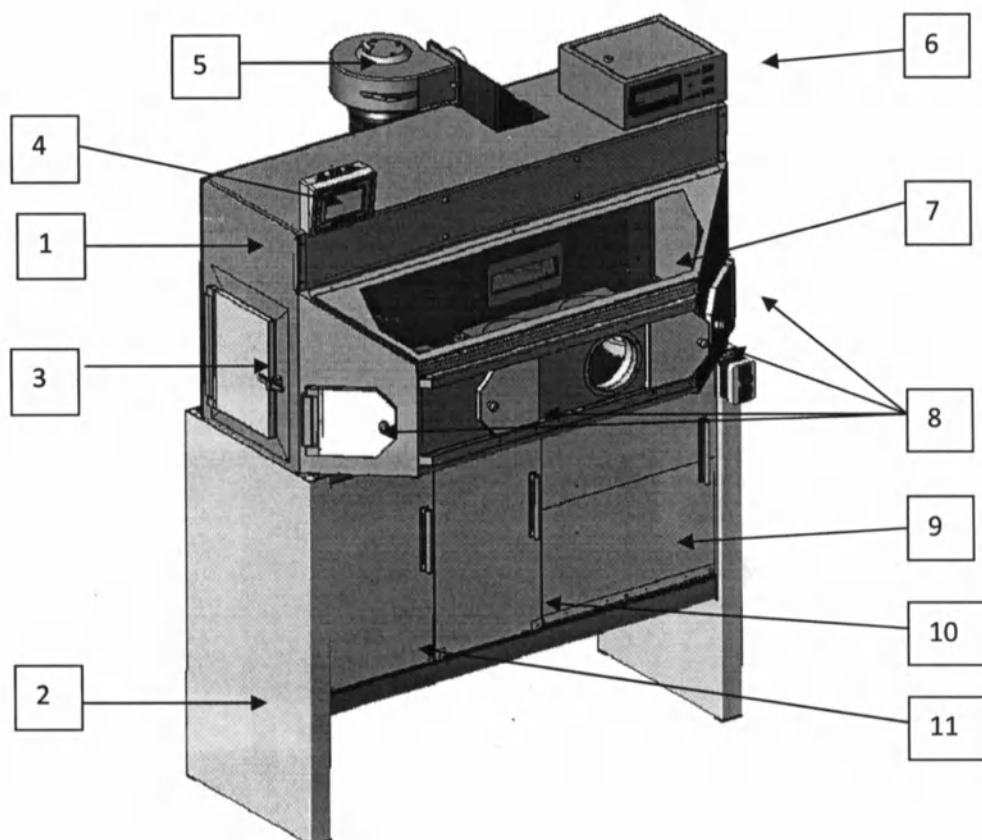

Рисунок 1 – Шкаф вытяжной ШВР-100-02А.
Шкаф состоит из двух основных частей: корпуса и опоры (рисунок 1). По требованию заказчика шкаф может комплектоваться дозкалибратором для измерения активности фасовок РФП.
6.1 Подключить шкаф к электросети. Выключателем «СЕТЬ», расположенным на пульте управления электрооборудованием, включить питание шкафа (см. рисунок 1).